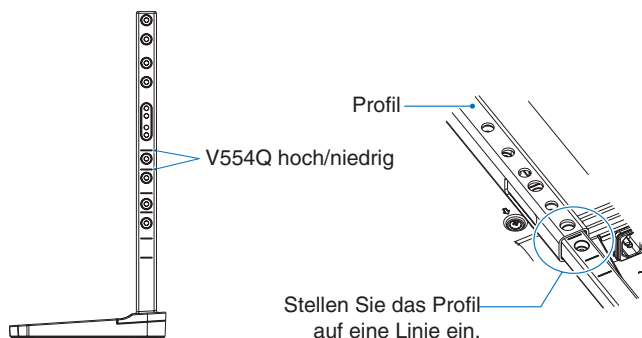

Abbildung 3
3. Entfernen Sie die Abdeckung des Steckplatzes, indem Sie die Schrauben lösen (**Abbildung 1**), die Abdeckung nach rechts schieben (**Abbildung 2**) und die Abdeckung nach oben abheben (**Abbildung 3**).
1. Die Linien auf der Tragsäule dienen zum Einstellen der Höhe (**Abbildung 3**). Bitte stellen Sie das Rohr auf die Linien ein.